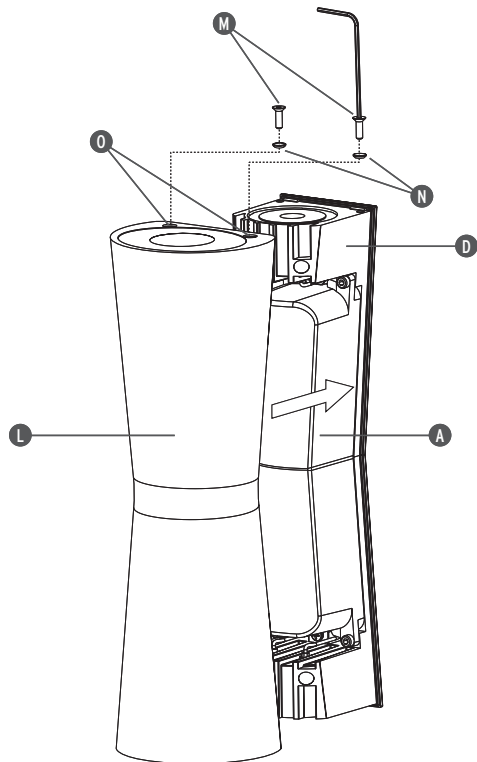

Fig. 5
<IT> Fig.5 Rimontare la copertura (A); montare il corpo esterno (L) sul corpo interno (D) con le viti (M) in dotazione avendo cura di posizionare correttamente le rondelle (N) nelle apposite sedi (O).
<GB> Fig.5 Remount the cover (A); mount the external body (L) onto the internal body (D) with the screws (M) included taking care to put the washers (N) in the correct positions (O).
<DE> Abb.5 Montieren Sie wieder die Verkleidung (A); montieren Sie den Außenkorpus (L) am Innenkorpus (D) mit den beige-packten Schrauben (M). Achten Sie dabei darauf, dass die Scheiben (N) richtig in die entsprechenden Sitze (O) eingesetzt werden.